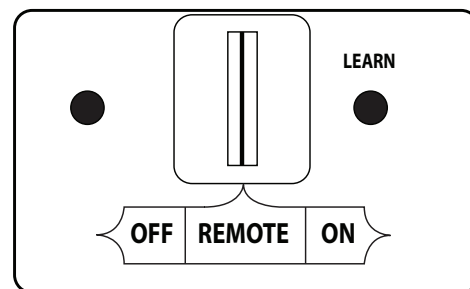

Fig. 12-1 Détail récepteur de télécommande (REMOTE)
1. Repérez l'interrupteur à 3 positions sur le récepteur de télécommande (voir Fig. 12-1), Et faites glisser le commutateur sur la position **REMOTE** (éloigné).